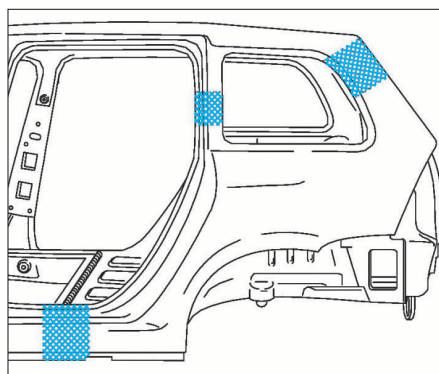

FIG. 139
- Faire un étamage selon (Fig.139).